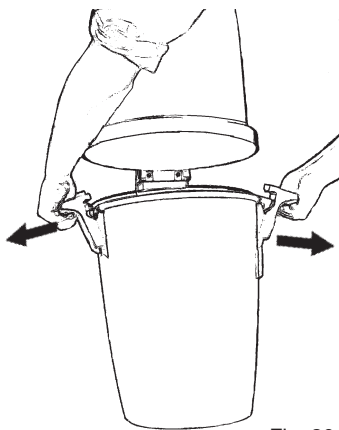

Fig. 20
1. Solte as duas pegas que prendem o contentor do pó. Solte-as, puxando as pegas para fora e afastando-as do contentor, Fig. 20.